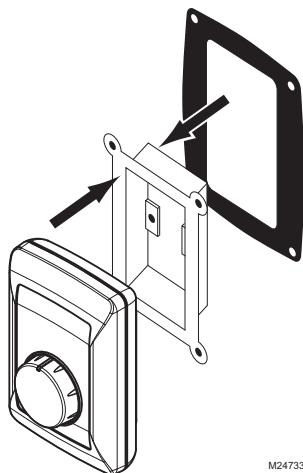

Fig. 8. Poser la garniture d'étanchéité.
4. Retirer la plaque de montage de l'humidistat. Dans le cas d'une installation sur une gaine, insérer la garniture d'étanchéité sur la plaque de montage. Voir la Fig. 8.